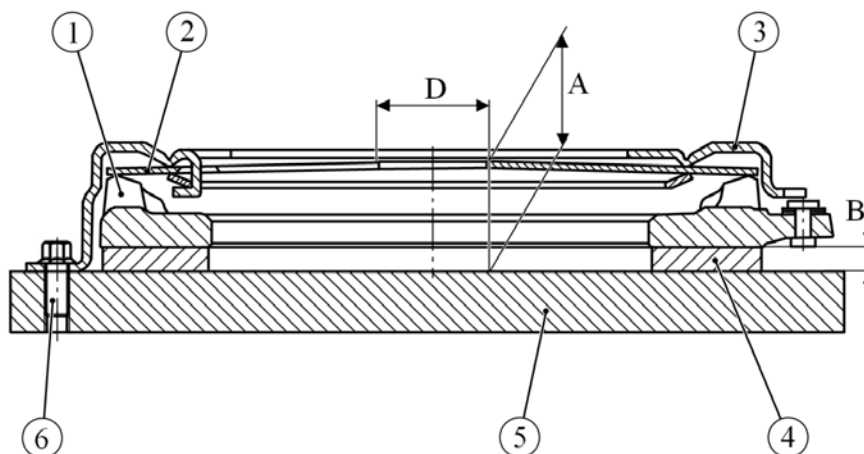

Рисунок 5 – Контроль сцепления:
3.4 Закрепить диск нажимной 1, рисунок 5, совместно с технологическим промежуточным кольцом 4 на плите 5 с помощью болтов 6. Размеры технологического кольца: